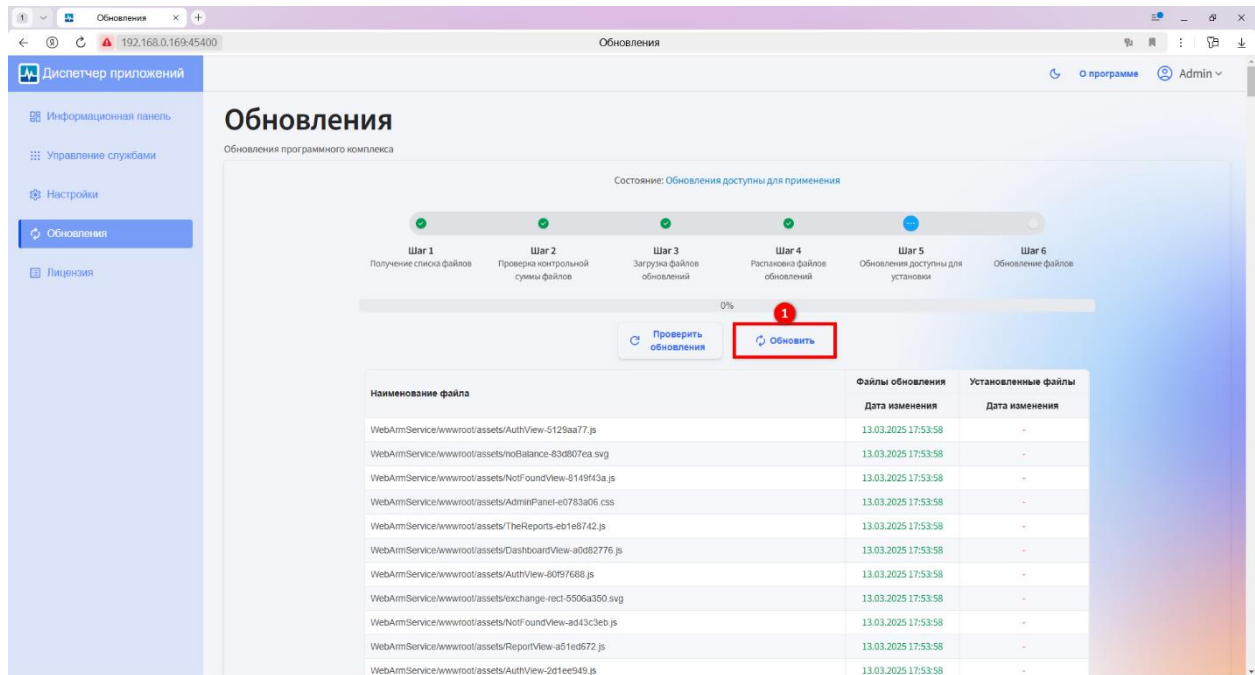

Рисунок 16 – Запуск процедуры обновления
После проведения проверки будет отражена информация о наличии доступных обновлений или их отсутствии. Для запуска доступных обновлений нажимаем кнопку **Обновить** (1) (см. рисунок 16).